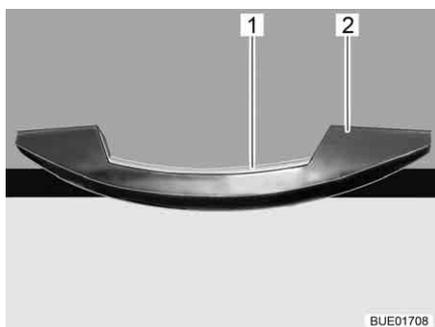

Fig. 59 Tirador con listón de desbloqueo (ejemplo)
- Pulsar y mantener pulsado el listón de desbloqueo (Fig. 59,1).
- Tirar del tirador (Fig. 59,2) hasta que la trampa de muebles esté abierta.